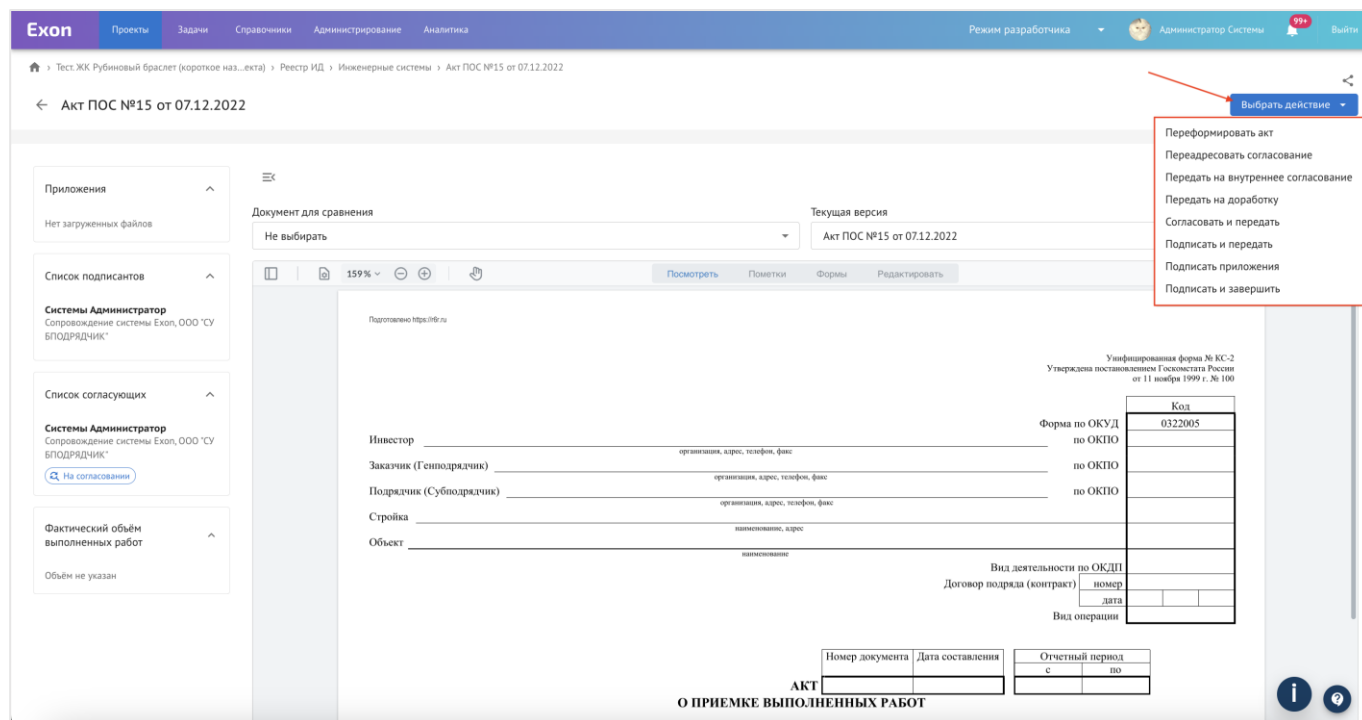

Рис. 72 – Действия с актом
5. В маршруте согласования акта доступны следующие действия, перечень которых зависит от того, на ком находится в настоящее время маршрут (рис. 72):